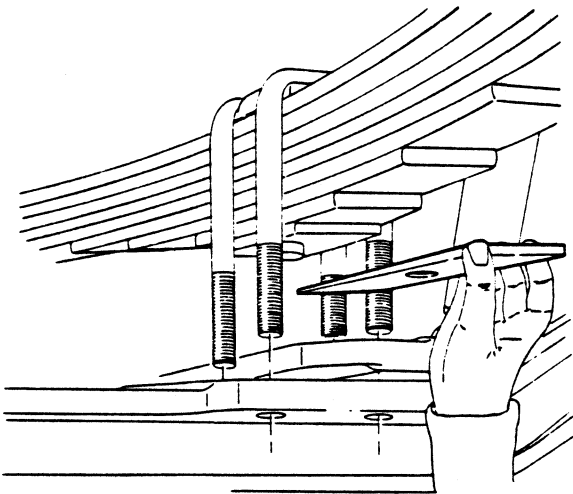

Fig. 3
- Maak de veerstroppen los en plaats een spie met de gewenste hoek tussen de schokdempersteun en de veer (Fig. 3).